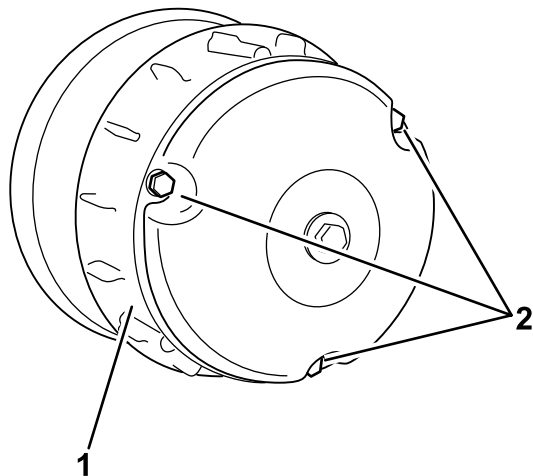

Рисунок 61
2. Отверните три болта крепления крышки сцепления и снимите крышку (Рисунок 61).
4. Установите крышку сцепления и закрепите ее 3 болтами (Рисунок 61), снятыми при выполнении пункта 2.